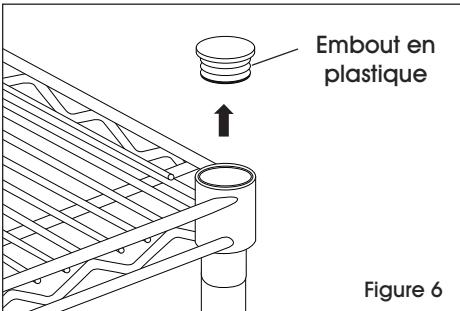

Figure 6
1. Enlevez les embouts en plastique des quatre montants. (Voir Figure 6)